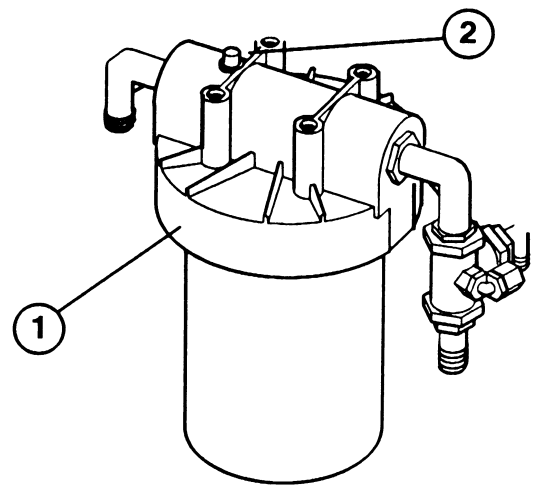

Figure 9
5. Passer la main sous le réservoir de carburant et appuyer sur le bouton de purge au sommet de la tête du filtre à eau (Fig. 9). Maintenir le bouton de purge enfoncé jusqu’à ce que tout l’air soit purgé du filtre et qu’il s’écoule de l’eau par l’orifice.